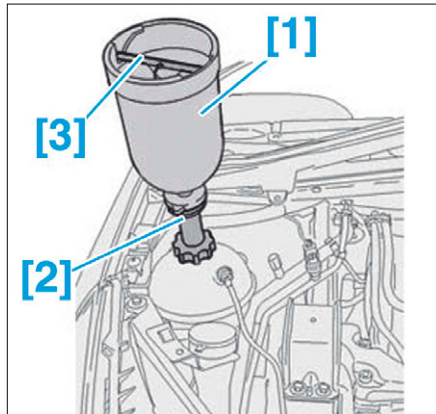

FIG. 12
- Mettre en place les outils [1] et [2] sur l'orifice de remplissage du vase d'expansion (Fig.12).